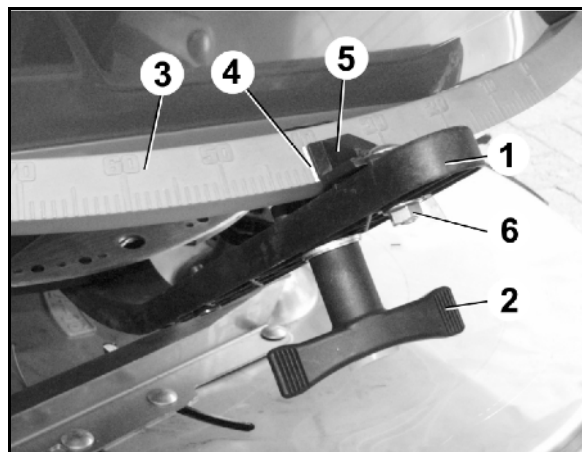

Fig. 84
2. Åbn doseringsspjældet ved hjælp af indstillingsgrebet (Fig. 84/1).
4. Drej indstillingsgrebet på skalaen (Fig. 84/3) helt til anslag mod bolten.
5. Fastgør indstillingsgrebet med drejehåndtaget (Fig. 84/2).
6. Løsn sekskantskruen (Fig. 84/6). Sæt viseren (Fig. 84/5) på skalaværdien "8", og skru den fast med sekskantskruen. Viserens aflæsningskant er (Fig. 84/4).